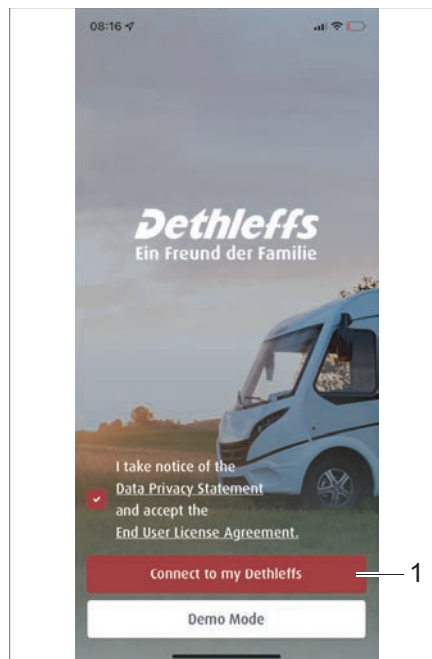
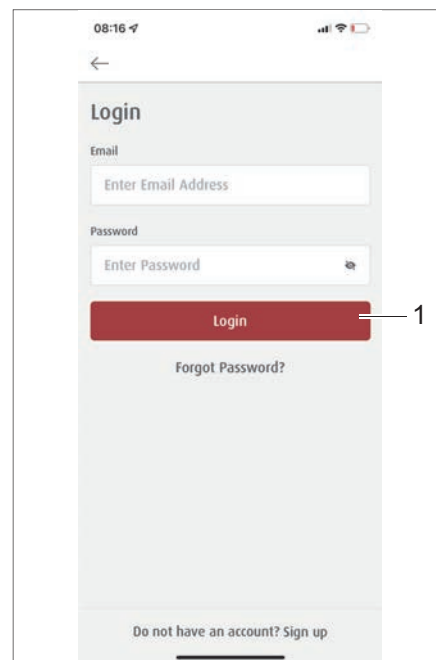
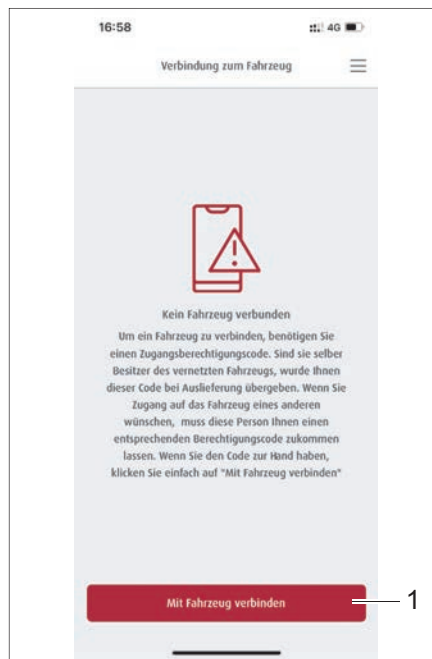
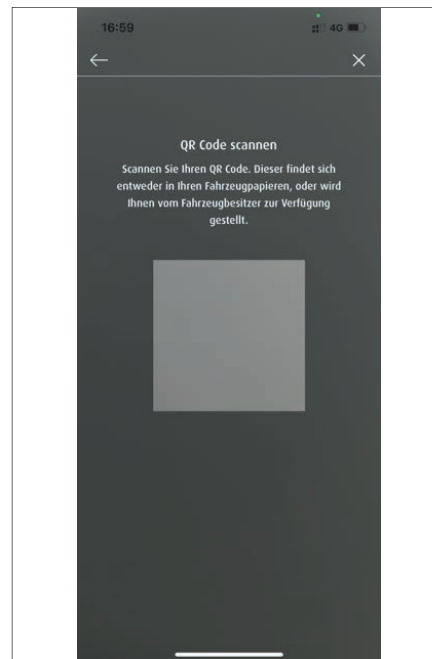

Bild 269 Startskärm – Dethleffs Connect-app
Bild 270 Registrering av Dethleffs konto
Bild 271 Anslutning till fordon
Bild 272 Skanna fordonets QR-kod
- Klicka på knappen *Anslut till min Dethleffs* (Bild 269,1) tippen. Inmatningsfältet för att logga in eller registrera sig på Dethleffs-kontot (Bild 270) visas.
- Klicka på knappen *Registrering* (Bild 270,1). Menyfältet Anslutning till fordon visas (Bild 271). Om det redan finns fordon som är anslutna, visas de här.
- Klicka på knappen *Anslut till fordonet* (Bild 271,1) tippen. Menyfältet Skanna QR-kod visas (Bild 272).